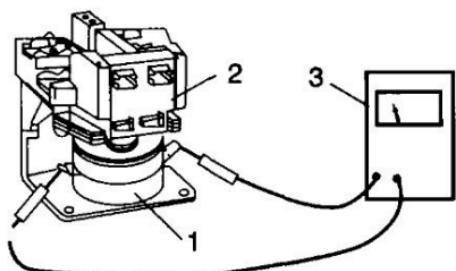

Рис. 21. Проверка магнитного пускателя:
5.1. Причиной отказа в работе пускателя или контактора является перегоревшая катушка. Компрессор обесточивают и отсоединяют провода от клемм катушки. Проверка катушек производится омметром (рис. 21). Сгоревшая катушка черного цвета, а поскольку она имеет обрыв, то прибор показывает сопротивление «бесконечность».